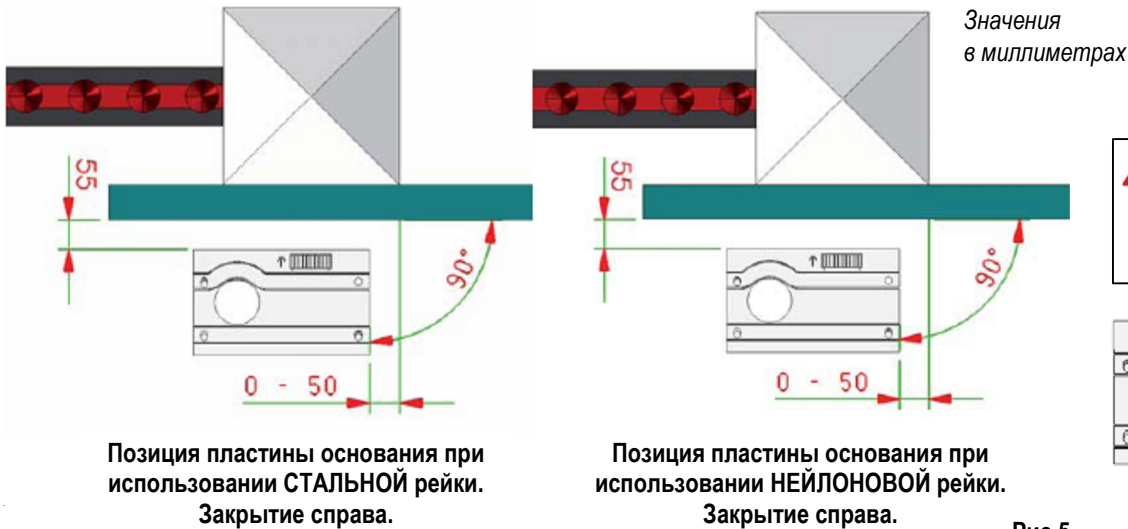
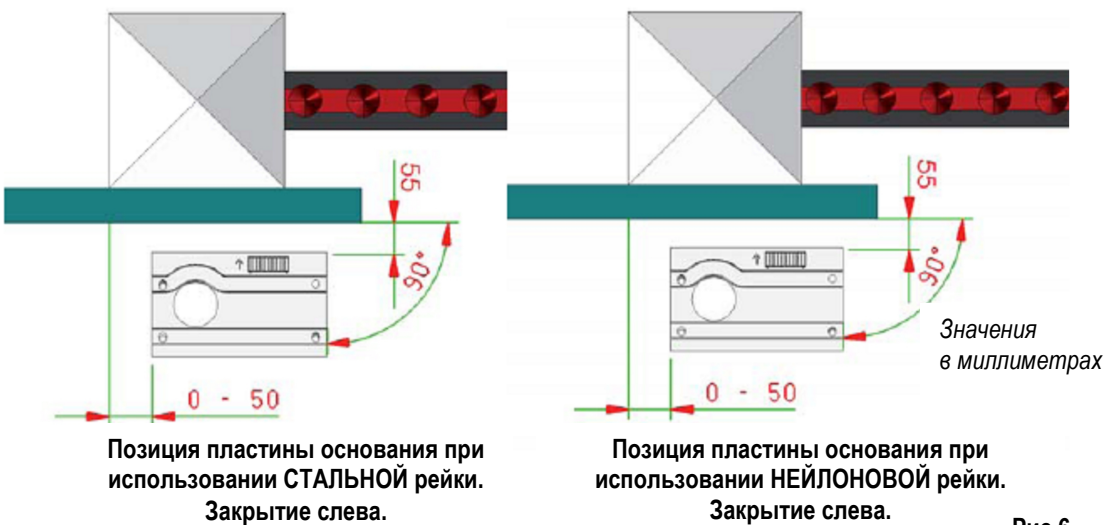

Рис.5
Рис.6
2. Пластина основания должна располагаться так, как показано на рис.5 (закрытие справа) или на рис.6 (закрытие слева) для обеспечения правильного зацепления зубчатой рейки и зубчатого колеса.